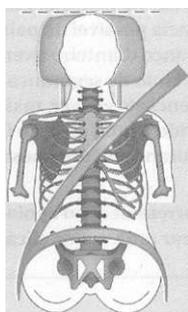
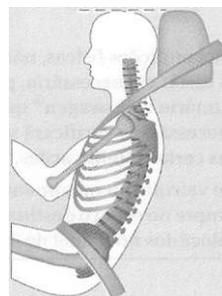

Fig. 3 Apoio para cabeça corretamente ajustado visto de frente
Fig. 4 Apoio para cabeça corretamente ajustado visto de lado
- Ajuste os apoios para cabeça, de forma que a parte superior do encosto fique no mesmo nível ou o mais próximo possível da parte mais alta da sua cabeça => fig. 3 e => fig. 4.